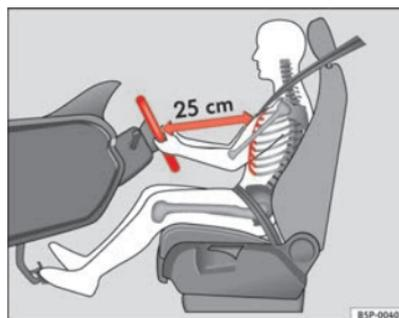

Fig. 136 Posição correcta do banco do condutor
- Ajuste o volante até atingir a posição pretendida ⇒ fig. 136.
- Ajustar o banco do condutor ou o volante, de modo a que a distância entre o volante e o tórax seja de pelo menos 25 cm => **página 170, fig. 136**. Se não se respeitar a distância mínima, o sistema de airbag não pode exercer a sua função de protecção – perigo de morte!